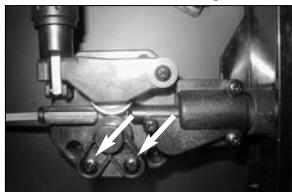

Figure 7 - Retirez ces deux vis
- Retirez le couvercle du rouleau en retirant deux vis (voir la figure 7).